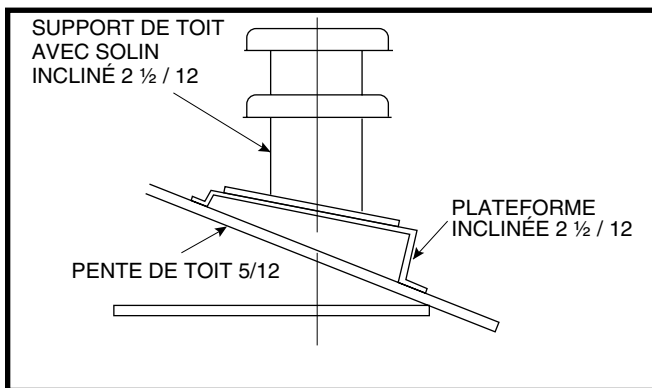

Figure 19. Exemple de support de toit 2 1/2 / 12 avec solin
1. Positionnez le centre de l'ouverture du support de toit, mesurez 13 ½ po depuis le mur arrière de l'armoire ou de l'alcôve, le long de la ligne centrale de l'ouverture de la fournaise et du plancher. Voyez la Figure 19.